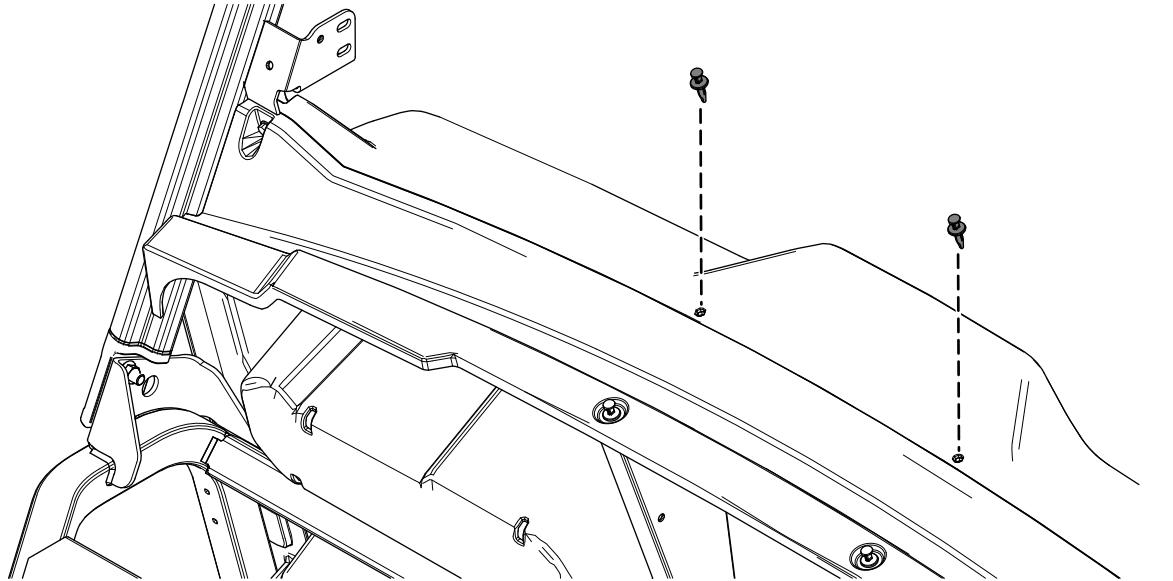

Рисунок 1
1. Удалите 2 пластмассовые заклепки с приборной панели (Рисунок 1).